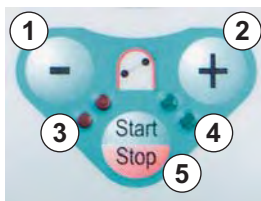

Fig. 3-9 Tasti per il funzionamento della pompa sanguigna
Il **tasto -** (Fig. 3-9, ①) e **tasto +** ( ② ) consentono di ridurre o aumentare la velocità della pompa sanguigna.